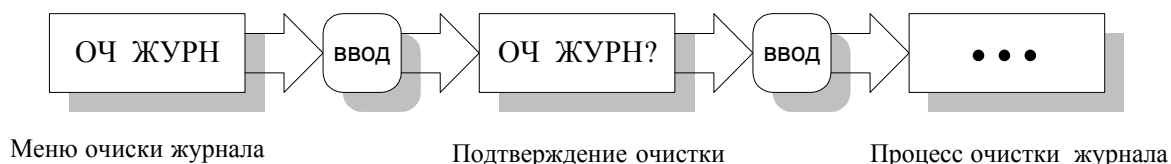

Рис. 15
5.3.14.3.1. Очистка журнала осуществляется в соответствии с рис.15.